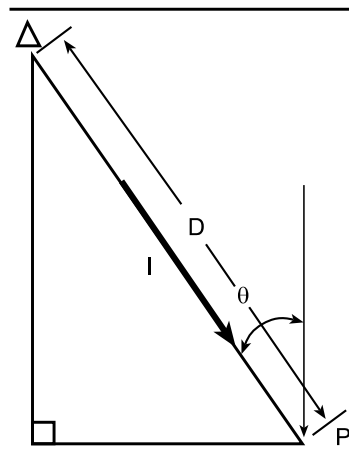
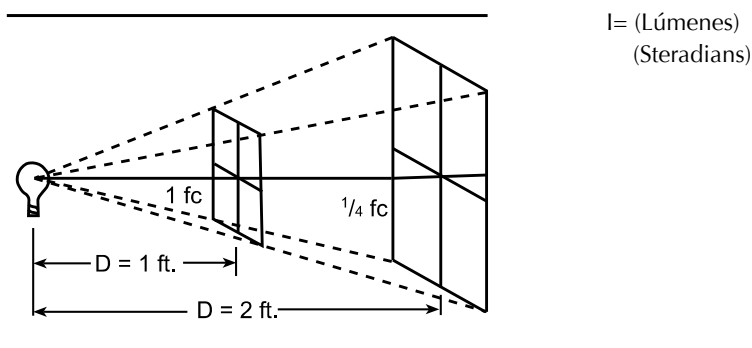

Figura 1
Figura 2
A medida que el área cubierta por un ángulo sólido dado, se hace más grande por el incremento de la distancia desde la fuente, el flujo de luz permanece constante. La densidad de iluminación de la luz en la superficie disminuye, tanto, como el inverso de la distancia al cuadrado. Esta fórmula es válida sólo si la superficie receptora es perpendicular a la dirección de la fuente. Si la luz incide en otro ángulo, la fórmula se transforma en: **Ver Figura 1**
La candela es la unidad de intensidad (I) y es análoga a la presión en un sistema hidráulico. A veces es llamada "candlepower" (potencia en candelas) y describe la cantidad de luz (lúmenes) en una unidad de ángulo sólido. Esta unidad de ángulo sólido se llama steradian. Se observará en la figura 1 que mientras la luz se aleja de la fuente, el ángulo sólido cubre un área más y más grande; pero el ángulo permanece igual, así como la cantidad de luz que contiene. Por lo tanto, la intensidad en una dirección dada es constante independientemente de la distancia. **Ver Figura 2**